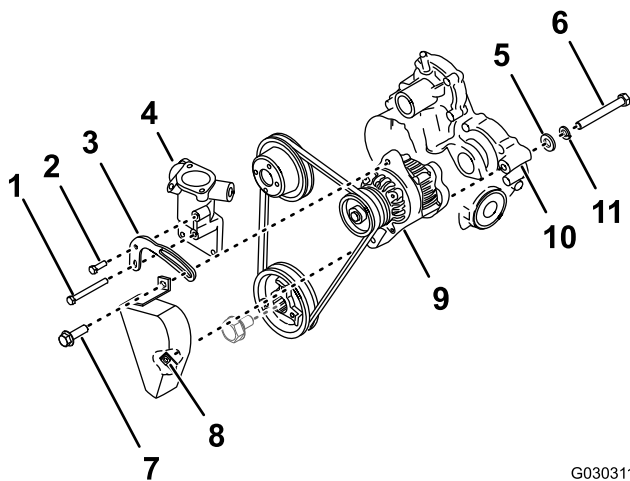

Рисунок 242
3. Выверните стопорный болт с генератора и снимите кронштейн натяжителя ремня (Рисунок 242).
4. Выверните короткий болт кронштейна натяжителя с корпуса термостата и кронштейна натяжителя ремня (Рисунок 242).
5. Выверните длинный болт кронштейна натяжителя с головки блока цилиндров, корпуса термостата и кронштейна натяжителя ремня и снимите кронштейн натяжителя ремня с машины (Рисунок 242).
6. В задней части генератора полностью ослабьте шарнирный болт и снимите кожух ремня с машины (Рисунок 242).
7. Удерживая генератор, снимите шарнирный болт, стопорную шайбу и плоскую шайбу с генератора и корпуса редуктора двигателя (Рисунок 242).